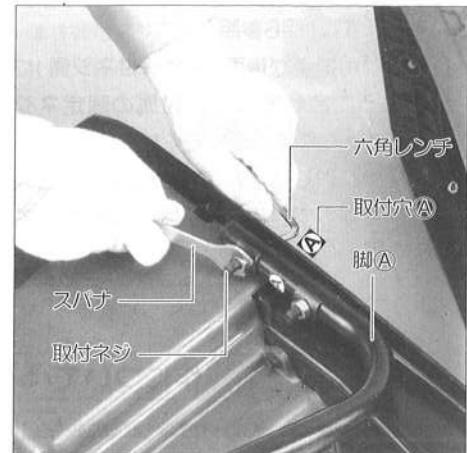

図3
- ・脚Ⓐの取付部と脚の取付穴のところにⒶの表示がついています。(図3参照)
- ・脚の切り口をモーター方向に向け、脚取付部の穴Ⓐと脚の穴Ⓐを重ねて脚の取付ネジ(Φ8)を刃物側から差し込み、ワッシャを入れて、ナットで締め付けてください。(図3参照)
- ・六角ナットをスパナで固定して、六角レンチをネジの頭に差し込み、確実に締め付けてください。(図3参照)